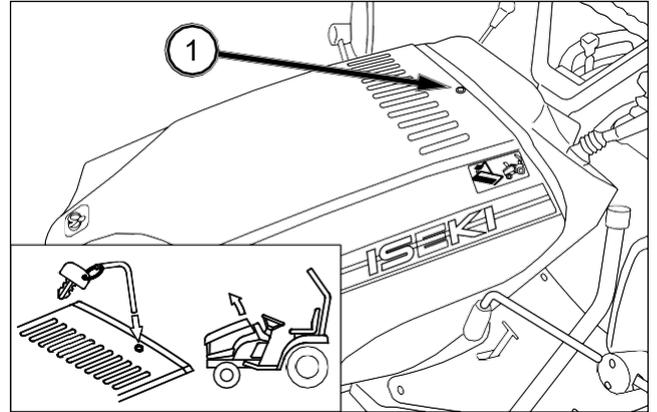

FIG. 97
FIG. 97: Abra el capó del motor para acceder al radiador, a la batería y a los componentes del motor. Para abrir el capó: levante el capó en la parte trasera introduciendo en el orificio (1) el pasador unido y girándolo.